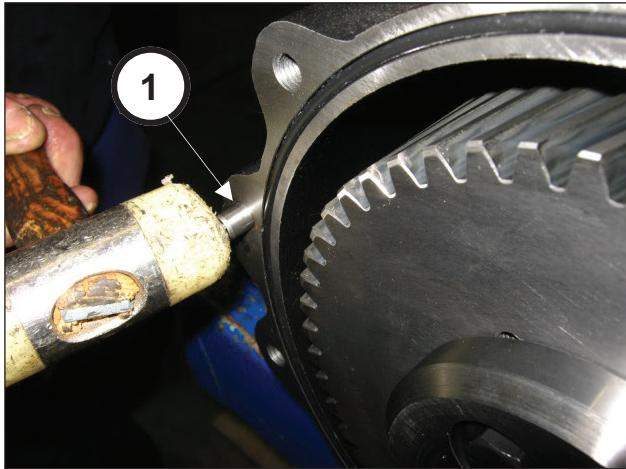
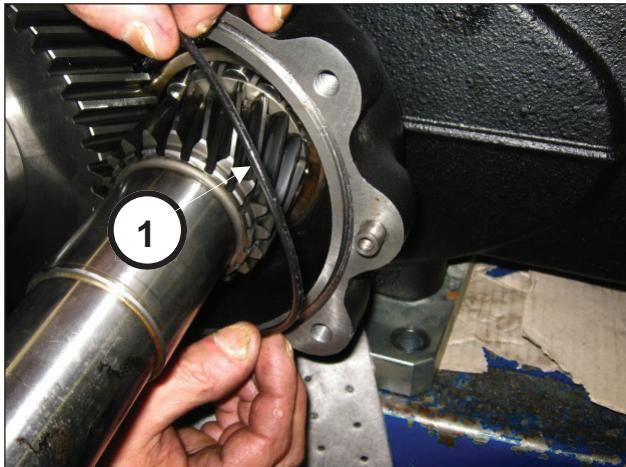

Abb. 83
Abb. 84
Bringen Sie die 2 Stifte Ø10x24 am Getriebegehäuse an (Pos. ①, Abb. 83) und setzen Sie den O-Ring ein (Pos. ①, Abb. 84).